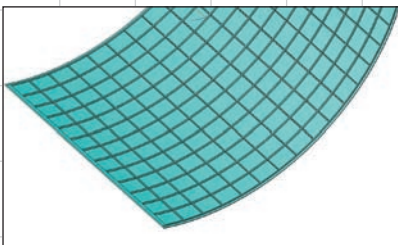

Рис. 24. Перестроение изогнутой трубной доски с массивом типа «выдавливание + фаска» теперь выполняется в 2,3 раза быстрее (540 с/234 с)
- усовершенствованы методы перестроения массивов, содержащих выдавливания и скругления. Реализовано отсеечение лишних запусков функции поиска ближайших точек, оптимизирован поиск ребер и уменьшено число действий при поиске самопересечений (рис. 24 и 25);